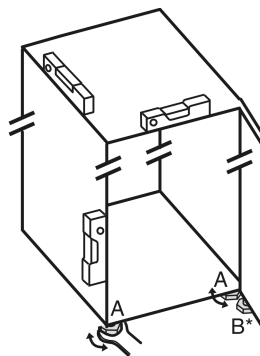

Fig. 4
- ▶ Seřizovací nožky Fig. 4 (A) vyšroubujte pomocí přiloženého vidlicového klíče a pomocí vodováhy, dokud nebude spotřebič pevně vyrovnaný.
- Seřizovací nožku Fig. 4 (B) na stojanu ložiska vytáchejte pomocí přiloženého vidlicového klíče, až dosedne na zem.
- Seřizovací nožku Fig. 4 (B) otáčejte dál o 90°.